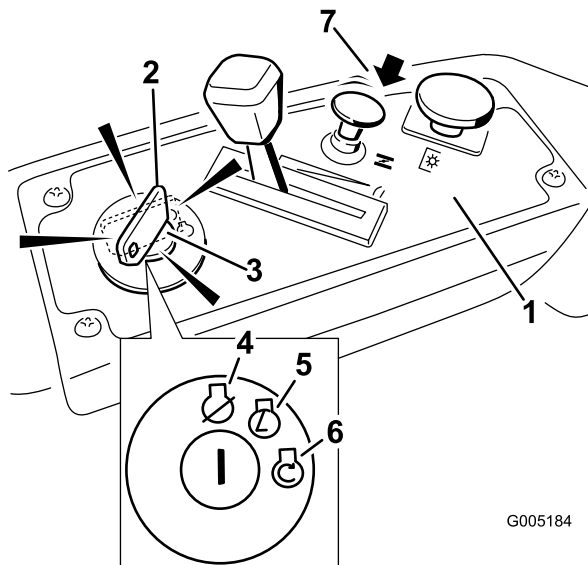

**Figura 12**
- Tire del control del estérter hacia arriba antes de arrancar el motor si éste está frío (Figura 12).